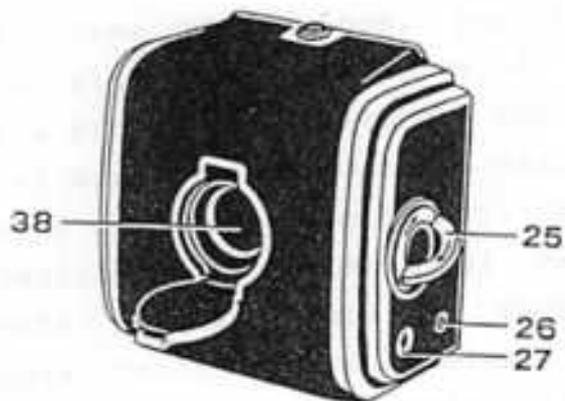

Fig. 12
A volte, dopo aver sviluppato il negativo, si può riscontrare una spaziatura non uniforme tra i fotogrammi: ciò non è un difetto, ma deriva dal fatto che le pellicole 120 sovietiche hanno uno spessore differente da quelle europee e il meccanismo di trascinamento è tarato su quelle. Desiderando una spaziatura perfetta si può rimediare facilmente all'inconveniente (fig. 12) verificando, dopo ogni caricamento dell'otturatore, la presenza del numero sulla carta protettiva della pellicola guardando (solo in condizioni di luce attenuata) attraverso lo spioncino (38): nel caso non si veda ancora si può fare avanzare leggermente la pellicola ruotando in senso orario la chiavetta (25).